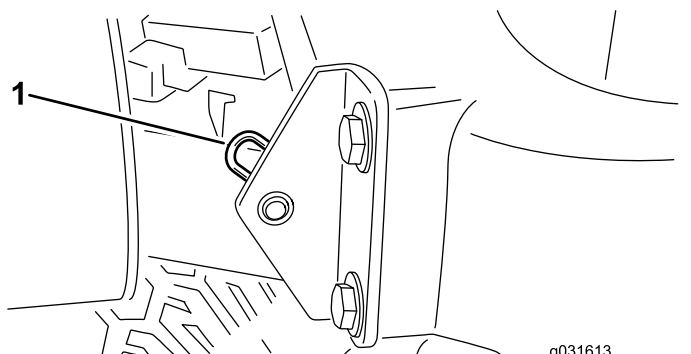

Рисунок 77
2. Снимите игольчатый шплинт крепления оси поворота капота к монтажным кронштейнам (Рисунок 77).